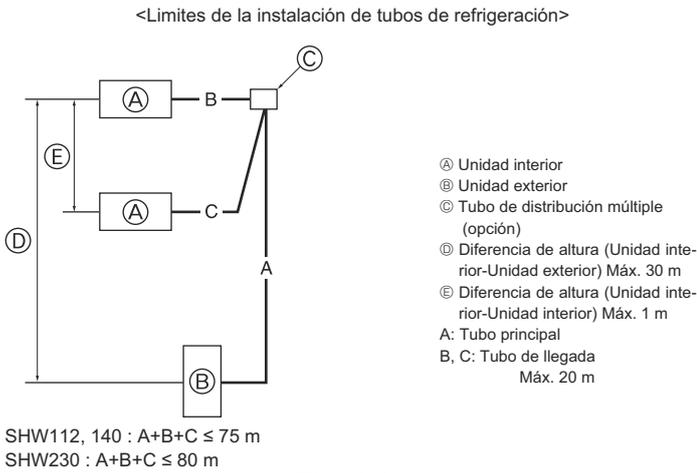

Fig. 4-10
4.8. Para combinación doble/triple/cuádruple (Fig. 4-10) (solo para aires acondicionados)